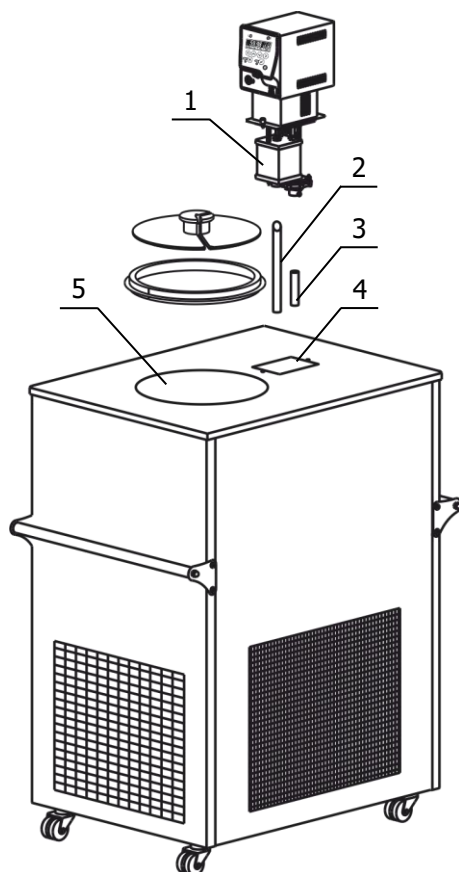
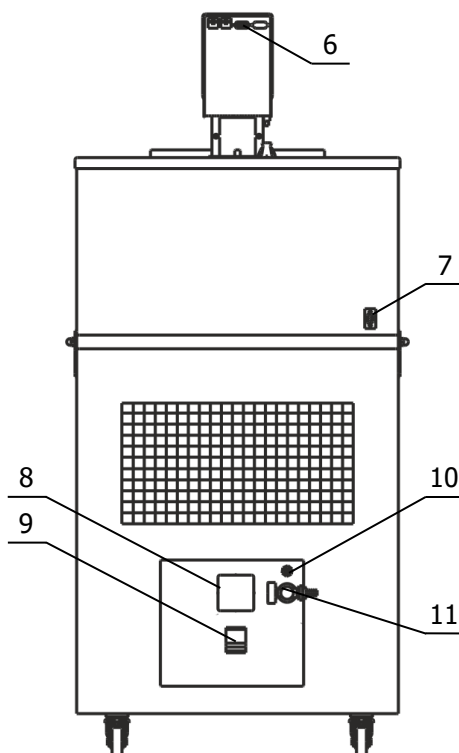

Рисунок 4 — Установка блока регулирования
Рисунок 5 — Задняя панель термостата
2.2.3 Вставить входную трубку насоса 3 (рисунок 4) во входной патрубок блока регулирования на 15 мм и зафиксировать ее винтом.
2.2.6 К переливному штуцеру 10 (рисунок 5) присоединить гибкий шланг, второй конец которого опустить в емкость для сбора излишков теплоносителя объемом 1.5–2 литра.
2.2.7 Заполнить ванну термостата теплоносителем через отверстие над рабочей ванной 5 (рисунок 4) до момента начала слива теплоносителя из переливного штуцера 10 (рисунок 5). Температурный диапазон применения теплоносителя должен соответствовать значениям, указанным в 1.2.6.
2.2.8 Вставить вилку сетевого кабеля блока регулирования в розетку 8 (рисунок 5). Соединить кабелем из комплекта поставки блок регулирования (разъем 6) и холодильную машину (разъем 7). Сетевой кабель термостата подключить к питающей сети. Для этого в лабораторном помещении должна быть установлена электрическая розетка из комплекта поставки термостата.
2.2.9 Автоматический выключатель 9 (рисунок 5) перевести в положение «включено».
Причина отсутствия перелива — неправильная работа насоса, вызванная воздушной пробкой, образовавшейся в резервуаре 1 (рисунок 4). Для ее устранения необходимо:
2.3.4 При работе термостата на температурах, близких к нижней границе диапазона регулирования необходимо доливать этиловый спирт до момента слива его из переливного штуцера 10 (рисунок 5) при охлаждении термостата на каждые 10 °С.
- на короткое время перевести автоматический выключатель 9 (рисунок 5) в положение «выключено»;
2.4.4 Для повторного запуска холодильной машины после наступления аварийной ситуации необходимо отключить питание термостата, для этого перевести автоматический выключатель 9 (рисунок 5) в положение «выключено».
2.5.2 Надеть сливной шланг из комплекта поставки на сливной кран 11 (рисунок 5) и закрепить его хомутом. Свободный конец шланга опустить в емкость для сбора теплоносителя объемом, превышающим объем термостата.